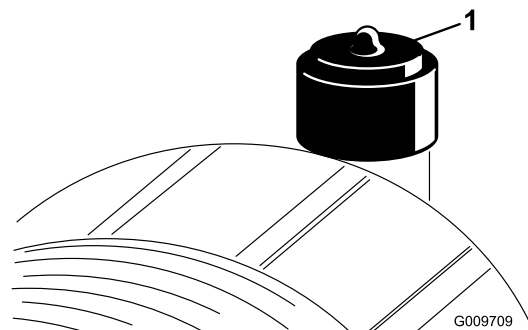

Figura 44
Effettuate la manutenzione del filtro dell'aria quando l'indicatore (Figura 44) lo richiede. Sostituendo il filtro dell'aria prima del necessario si aumenta il rischio che la morchia penetri nel motore quando si toglie il filtro.
6. Se la spia (Figura 44) è rossa, resettatela.